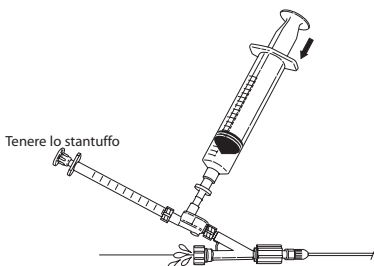

Fig. 6
8. Eliminare eventuali bolle d'aria restanti tenendo fermo lo stantuffo della siringa da 1 mL e premendo lentamente la siringa da 20 mL per far fuoriuscire eventuali bolle d'aria restanti. Dopo la rimozione di tutta l'aria dal sistema, serrare la valvola Tuohy-Borst attorno al filo di occlusione della punta. (Fig. 6)